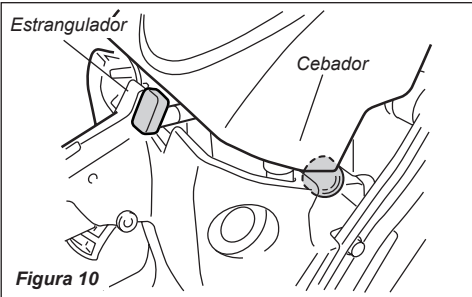

Figura 10
2. Presione varias veces el cebador hasta que esté casi lleno de combustible. Ver la Figura 10.
4. Tire de la palanca del estrangulador hacia fuera (estrangulador cerrado). El acelerador pasará automáticamente al ralentí rápido. Ver la Figura 10.